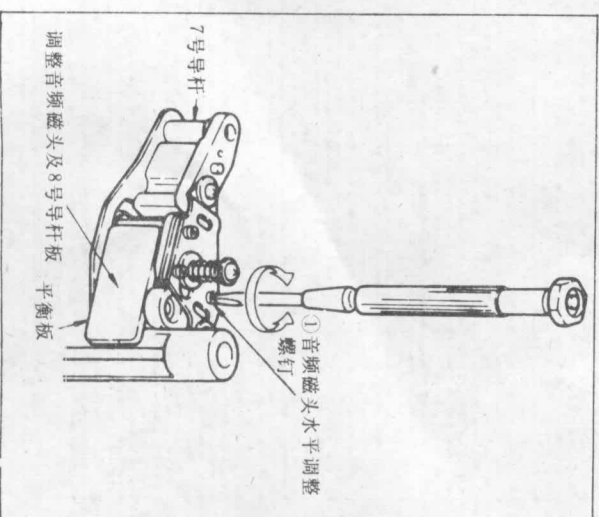

图 47
- 1) 把平行板 (量具, SL-0657) 放在图 47 所示位置并转动音频磁头水平调整螺钉①，以便调整音频磁头的垂直性。